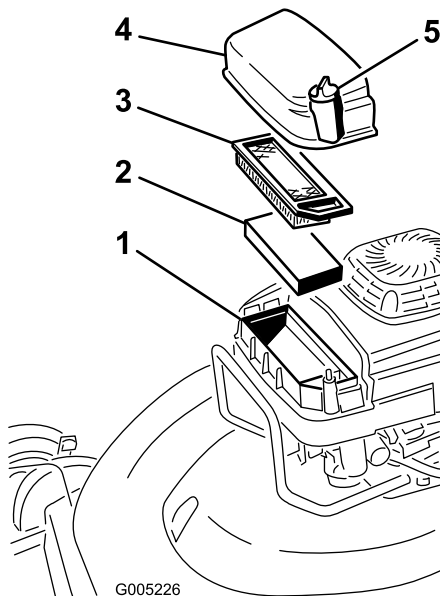

Bild 21
3. Nehmen Sie die Schraube ab, mit der die Luftfilterabdeckung befestigt ist (Bild 21).
4. Entfernen Sie die Abdeckung und reinigen Sie sie gründlich (Bild 21).
5. Entfernen und entsorgen Sie den Papierluftfilter (Bild 21).